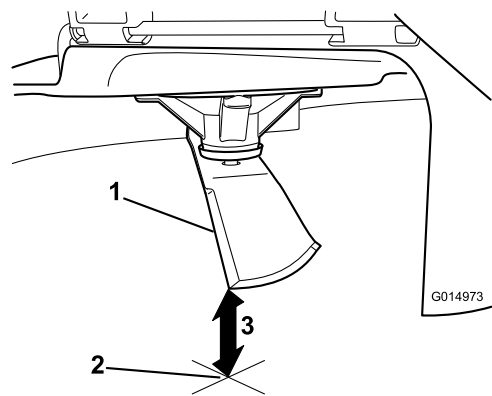

Figura 62
3. Mida desde la punta de la cuchilla hasta la superficie plana (Figura 62).